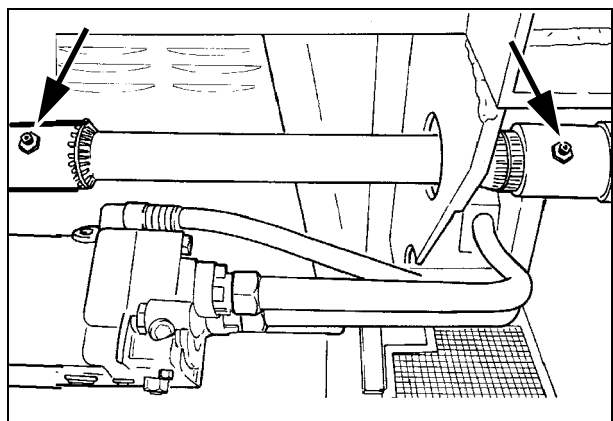

Рис. 19
12. СОЕДИНИТЕЛЬНЫЕ ВТУЛКИ ВАЛОВ КОНЕЧНЫХ ПРИВодОВ - Рис. 19